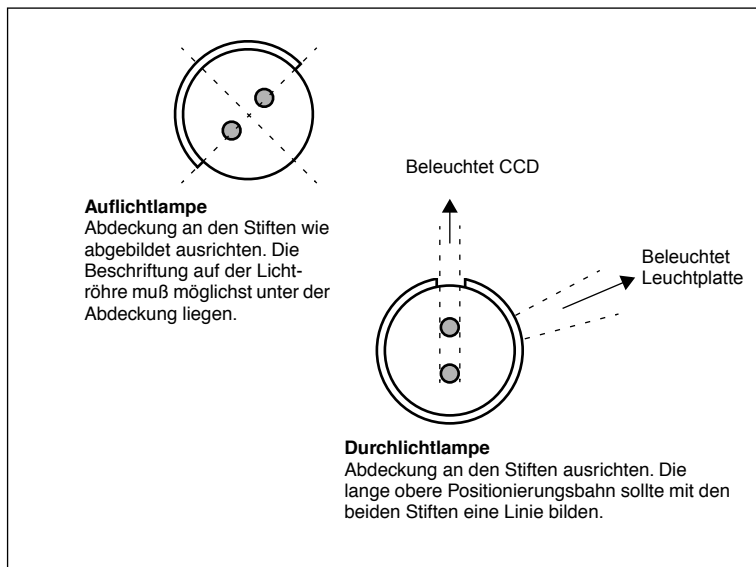

Abb. 8: Abdeckungsalignierung. Die relative Position der beiden Lampen, von der linken Scannerseite aus gesehen.
Manchmal kleben die Abdeckungen fest, wenn die Scanner ab Werk geliefert werden, aber wenn Sie eine Lichtströhre austauschen, haften sie nicht mehr, sondern sitzen nur noch ganz fest, damit sie nicht lose rutschen können. Man kann sie per Hand leicht drehen. Die korrekte Ausrichtung der Abdeckungen ist in Abbildung 8 dargestellt.
5. Setzen Sie eine neue Lampe ein, indem Sie genau umgekehrt wie beim Herausnehmen vorgehen. Achten Sie darauf, daß die Abdeckung korrekt am Scanner ausgerichtet ist (siehe Abbildung 8). Drehen Sie die Lampe fest bzw. justieren Sie gegebenenfalls die Abdeckung.